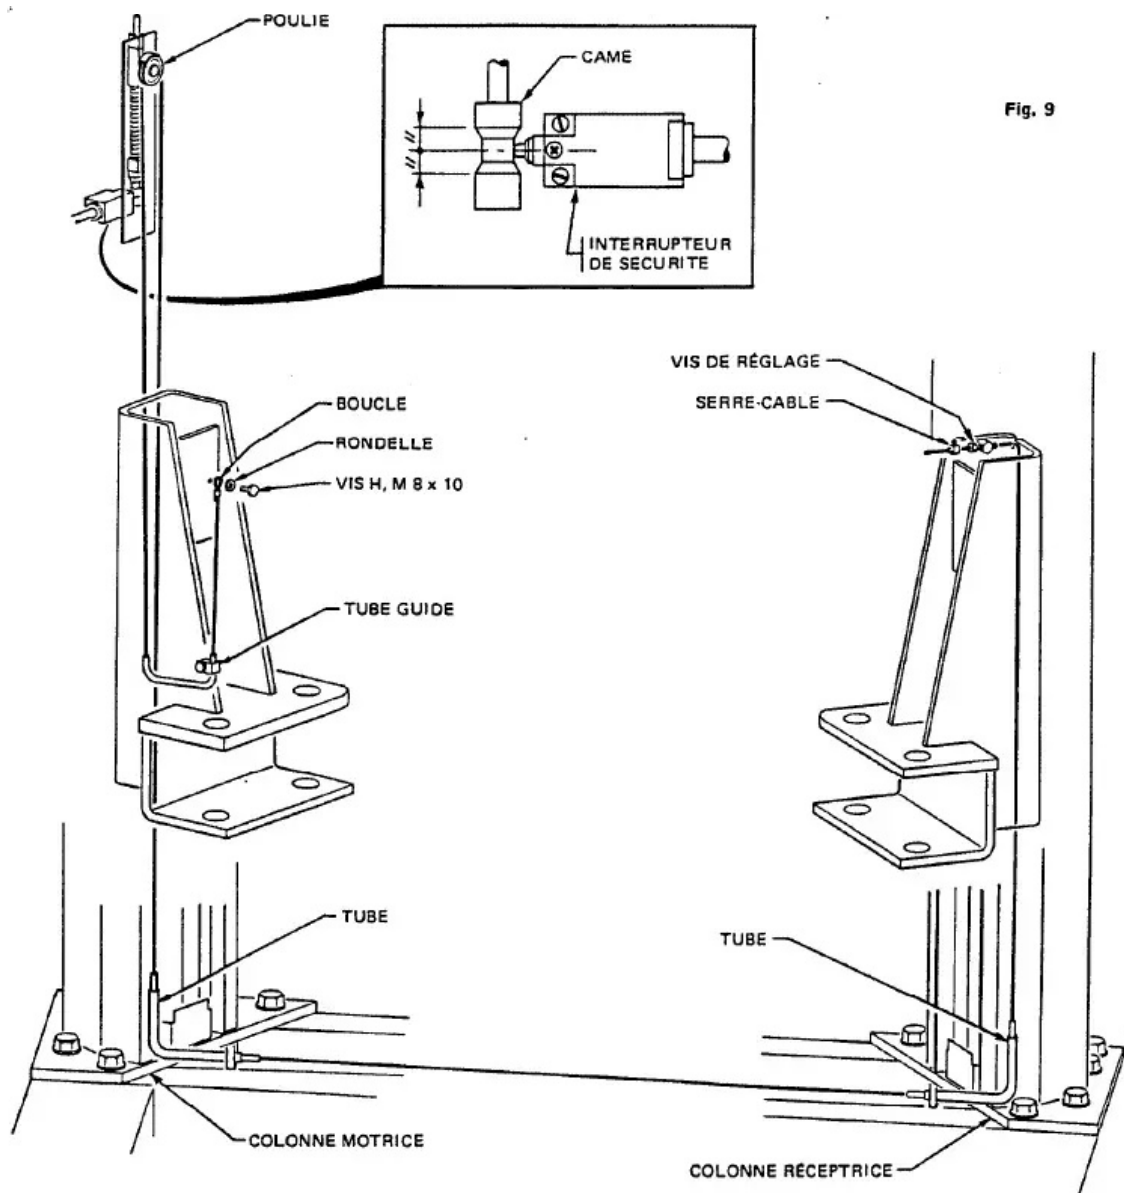

Fig. 9
- Contrôler l'état du câble de contrôle et de sa poulie nylon de renvoi en haut de la colonne motrice, puis vérifier son réglage : le jeu de la came de part et d'autre de l'interrupteur doit être identique ; si nécessaire, agir sur la vis de réglage montée sur le chariot de la colonne réceptrice. (Fig. 9).